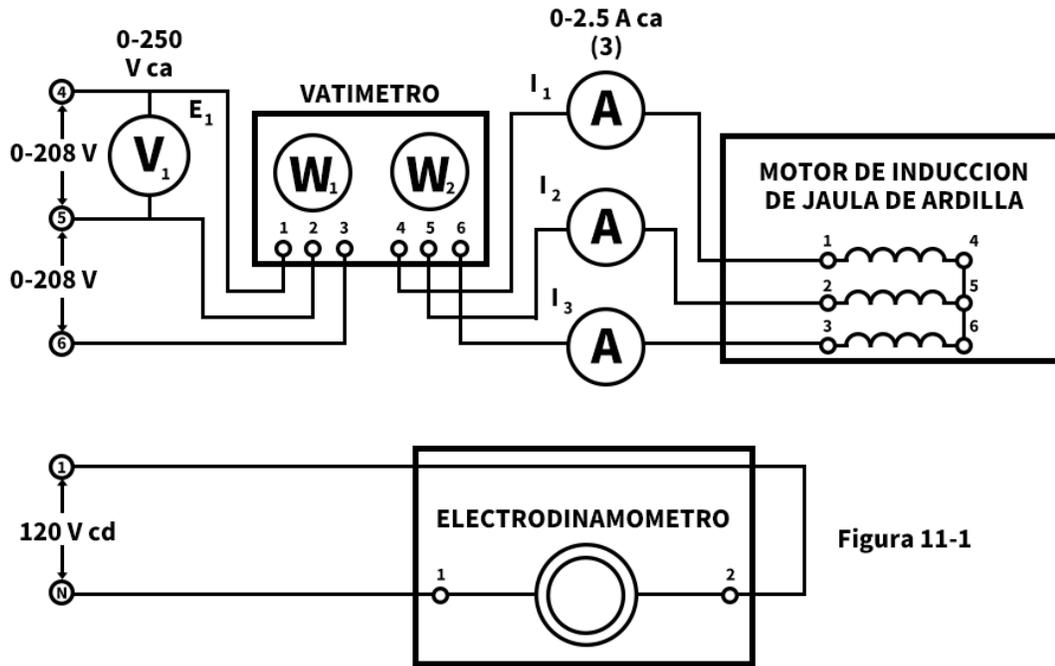

Figura 11-1
4. Conecte el circuito que se ilustra en la Figura 11-1, usando los **Módulos EMS de motor de jaula de ardilla, electrodinamómetro, watímetro trifásico, fuente de alimentación y medición de ca**. ¡NO! acople el motor al dinamómetro todavía! Observe que los devanados del estator están conectados en estrella a través del watímetro, a la salida trifásica variable de la fuente de alimentación, terminales 4, 5 y 6.